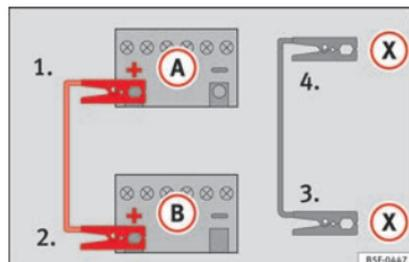

Fig. 68 Schéma de branchement pour les véhicules équipés du système Start-Stop.
– *Sur les véhicules avec système Start-Stop* : raccordez une extrémité du câble d'urgence *noir* (X) à une borne de mise à la terre appropriée, à une pièce métallique massive vissée au bloc-moteur, ou au bloc-moteur lui-même » fig. 68.
5. Branchez l'autre extrémité du câble de démarrage *noir* (X), dans le véhicule avec la batterie déchargée à une pièce en métal massif vissée au carter-moteur ou directement au carter-moteur mais le plus loin possible de la batterie (A).